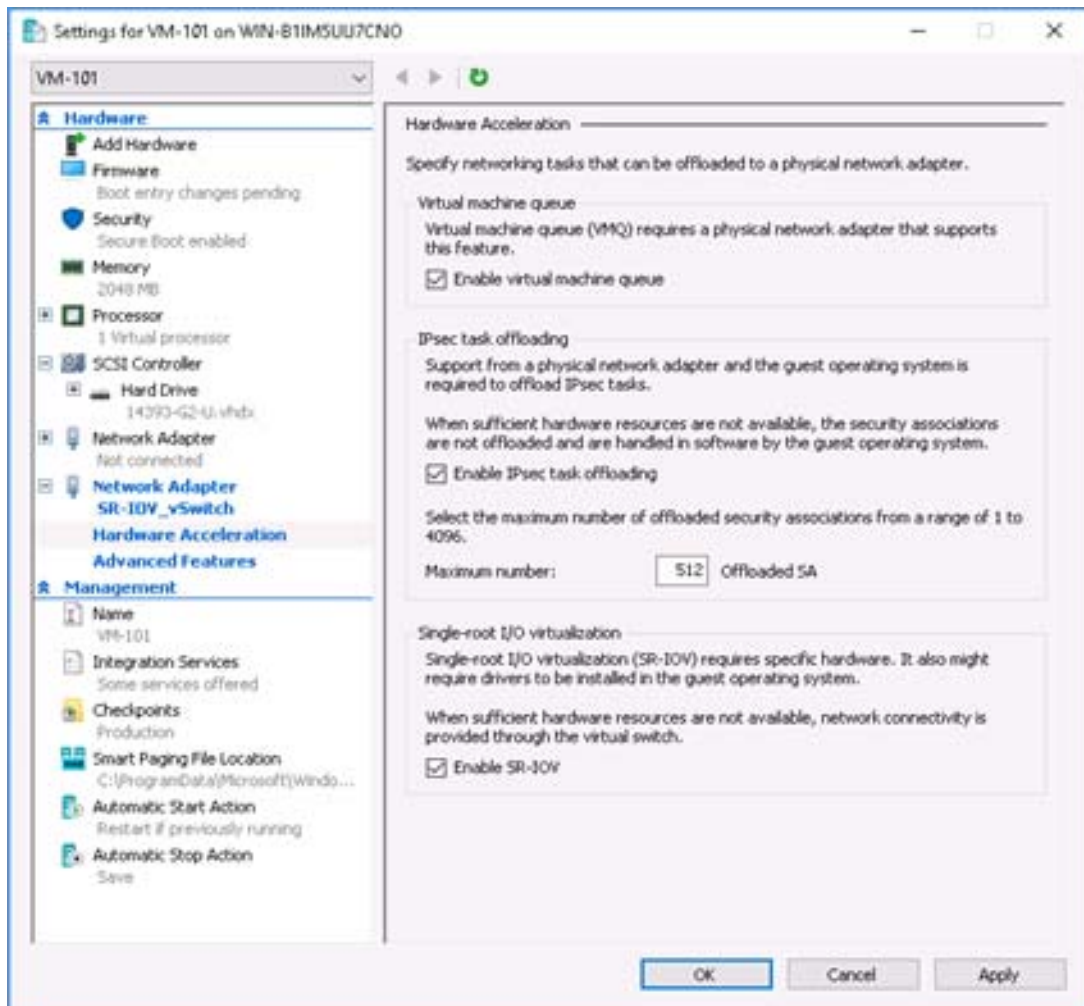

Figure 8-5. Paramètres de la VM : Activation de SR-IOV
12. Pour créer une machine virtuelle (VM) et exporter la fonction virtuelle (VF) dans la VM :
- Dans la boîte de dialogue Paramètres de la VM <VM_Name> (Figure 8-5), page Accélération matérielle, sous **Single-root I/O virtualization** (Virtualisation d'E/S d'une racine unique), cochez la case **Enable SR-IOV** (Activer SR-IOV), puis cliquez sur **OK**.